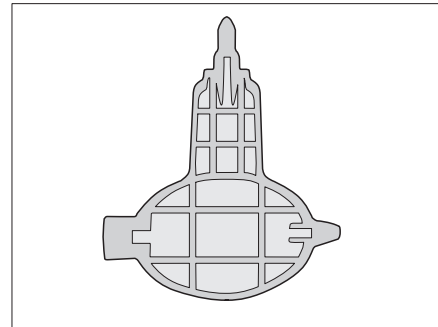

Fig. 355 Llave para el sifón (solo Alpa)
- ▷ El modelo Alpa incluye una llave (Fig. 355) para soltar el sifón.